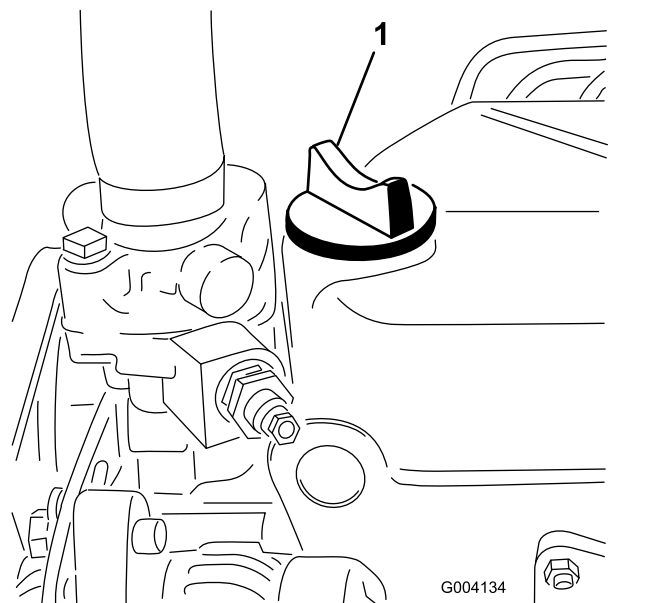

Figura 77
5. Si el nivel de aceite está por debajo de la marca Lleno, retire el tapón de llenado (Figura 77) y añada aceite hasta que el nivel llegue a la marca Lleno de la varilla.